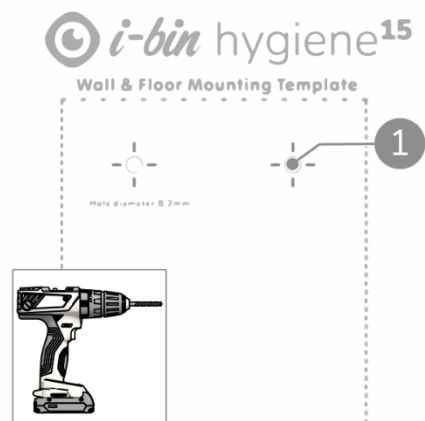

Figura 13
Marque os quatro orifícios (pos. 1, Figura 13) no gabarito com um martelo e um prego na parede. Efetue os furos com uma broca de Ø6 mm (1/4"). Profundidade 40 mm (1 3/8").